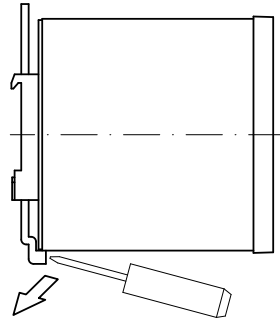

Abb. 1: Einbau
- Um eine störungsfreie Funktion des Gerätes sicherzustellen, ist der fachgerechte Anschluss an den Potentialausgleich unbedingt erforderlich. Um dies sicherzustellen, ist an der Frontplatte der AEA111 ein Anschluss für 6,3mm Flachstecker vorhanden. Der Anschluss sollte so kurz wie möglich ausgeführt werden (siehe Abb. 1).